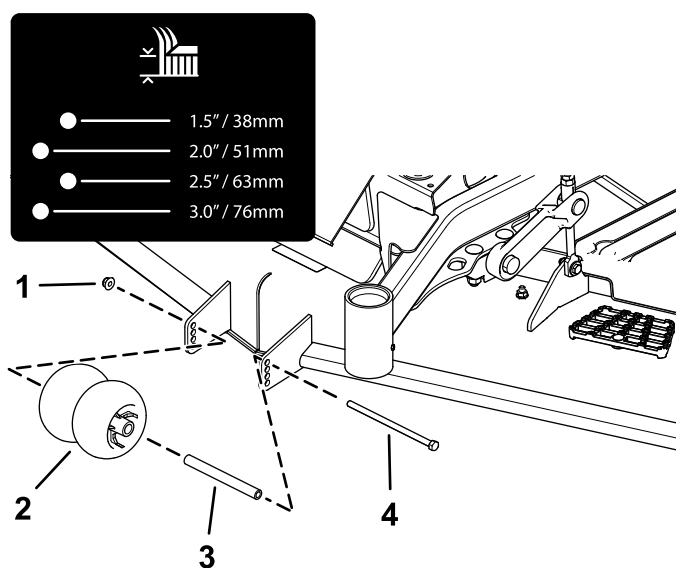
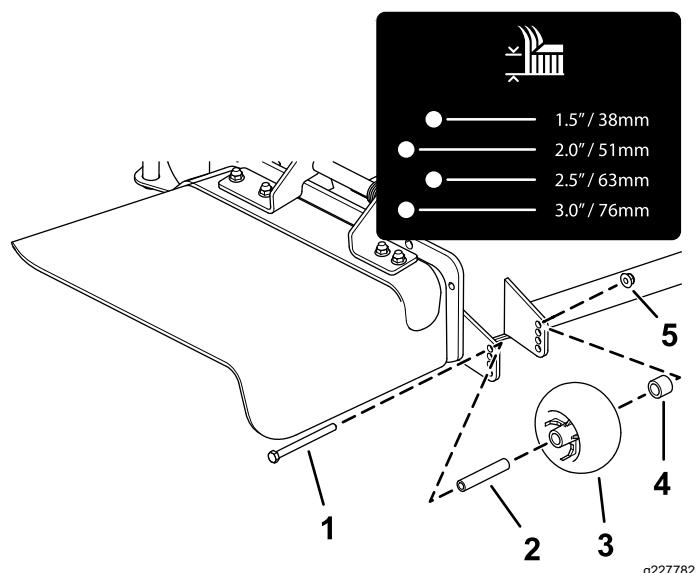
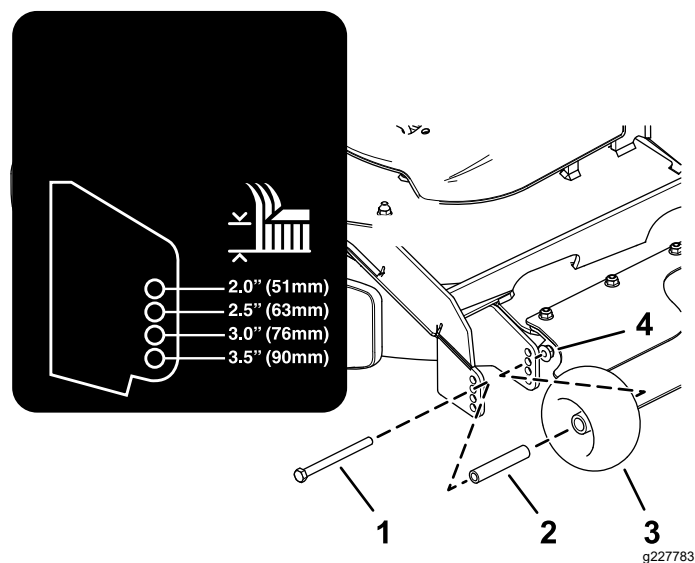
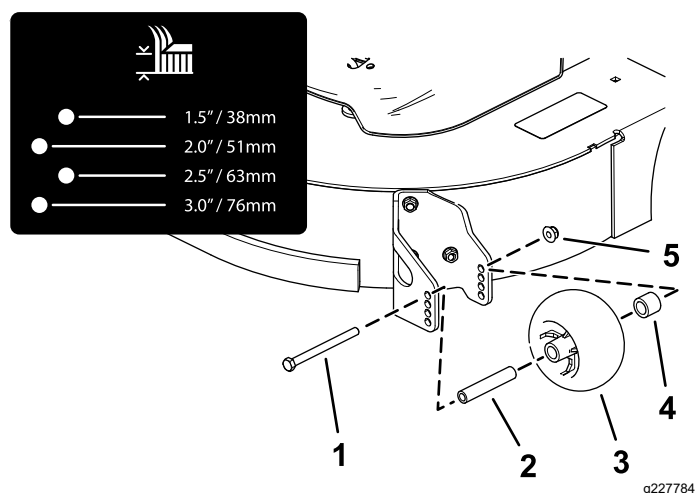

Figura 26
Figura 27
Figura 29
Figura 28
4. Ajuste os rolos antidanos como se mostra na **Figura 26**, **Figura 27**, **Figura 28** e na **Figura 29**.